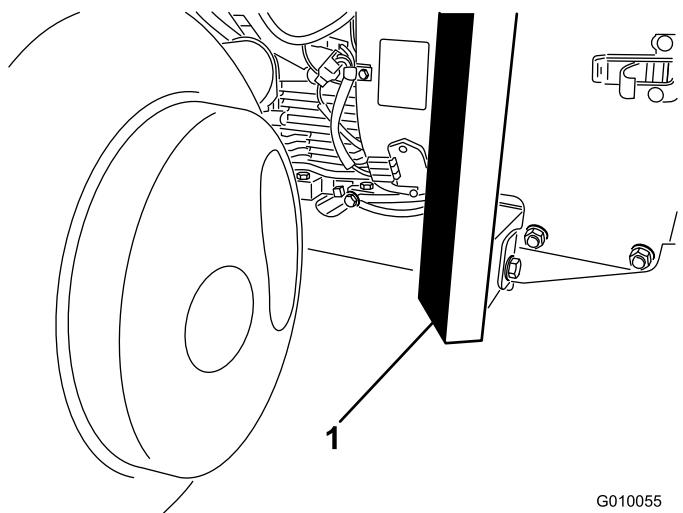

Figura 38
3. Coloque el gato firmemente debajo de la parte delantera del bastidor (Figura 38).